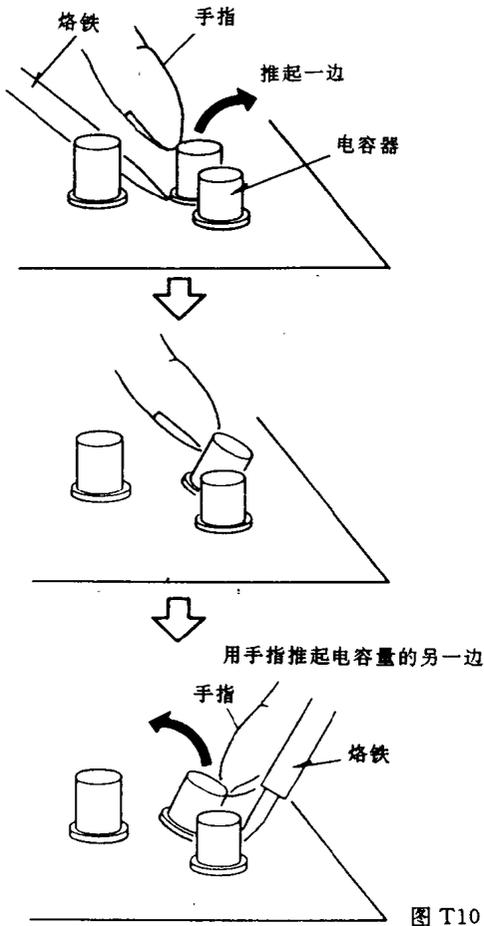

图 T10
- (1) 用烙铁给电容器的一边加热,并用手指推起电容器的一边(图 T10)。
- (2) 拆下其一边脚。
- (3) 给电容器的另一边加热,并拆下它。